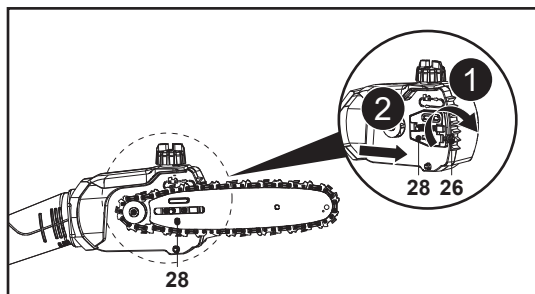

Fig. 9
8. Serrer la vis de tension (26) à l'aide de l'outil multifonction (31) dans le sens horaire pour régler la goupille de tension (28)/le guide-chaîne (19) vers la droite afin de tendre la chaîne (20) (Fig. 9).